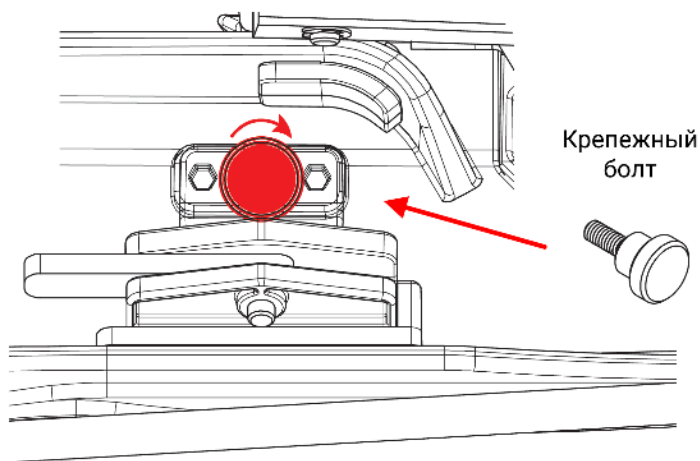

Рис.4
2. Установите крепление кивера с правой (или левой) части арбалета и затяните крепежным болтом (Рис.4).